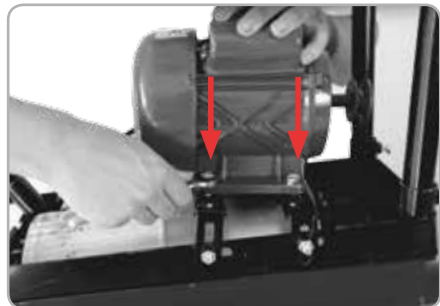

Fig.7
- Montați motorul electric achiziționat separat pe bridele de susținere cu ajutorul șuruburilor și piulițelor utilizând o cheie hexagonală (fig.7).